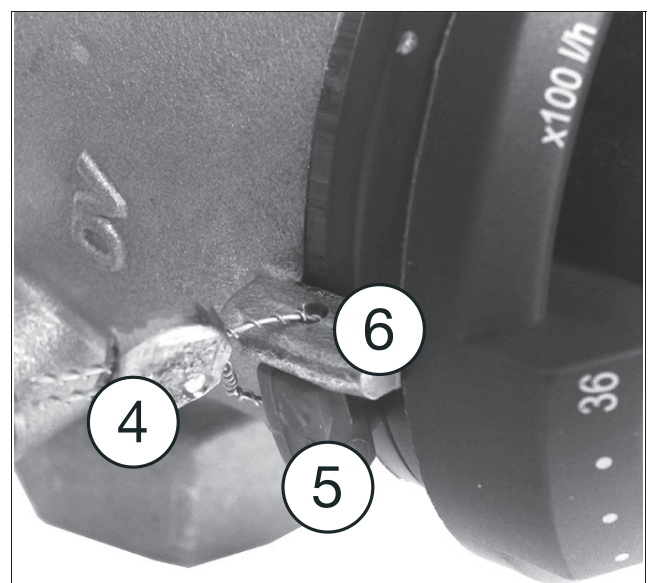

Abb. 7: Sichern der Voreinstellung
Optional kann der Blockierring (Position (5) in Abb. 7) mit dem Plombiersatz (Position (4) in Abb. 7 (Zubehör, Art.-Nr. 1089091) an der Sollwert-Markierung (Position (6) in Abb. 7) plombiert werden.